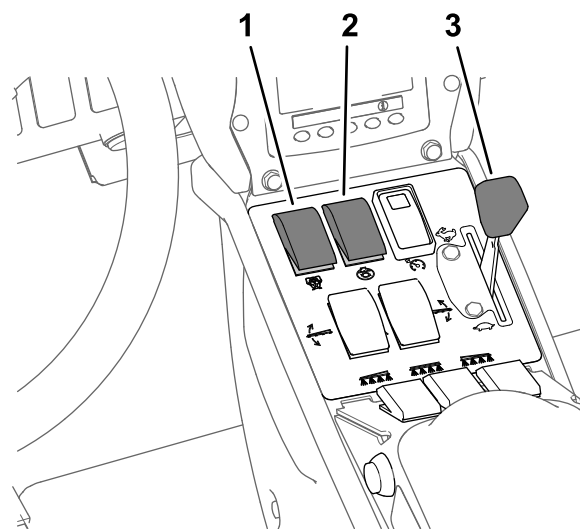

Figura 37
8. Impostate l'interruttore dell'agitatore e l'interruttore della pompa di irrorazione in posizione di ACCENSIONE (Figura 37).
9. Impostate l'acceleratore in posizione VELOCE (Figura 37).
Nota: Questa procedura prevede che la pompa di irrorazione sia accesa; fate riferimento a Figura 37 in Irrorazione in modalità con volume di applicazione \(pagina 36\).
4. Regolate l'acceleratore alla velocità del motore desiderata per irrorare; fate riferimento a Figura 37 in Irrorazione in modalità con volume di applicazione \(pagina 36\).